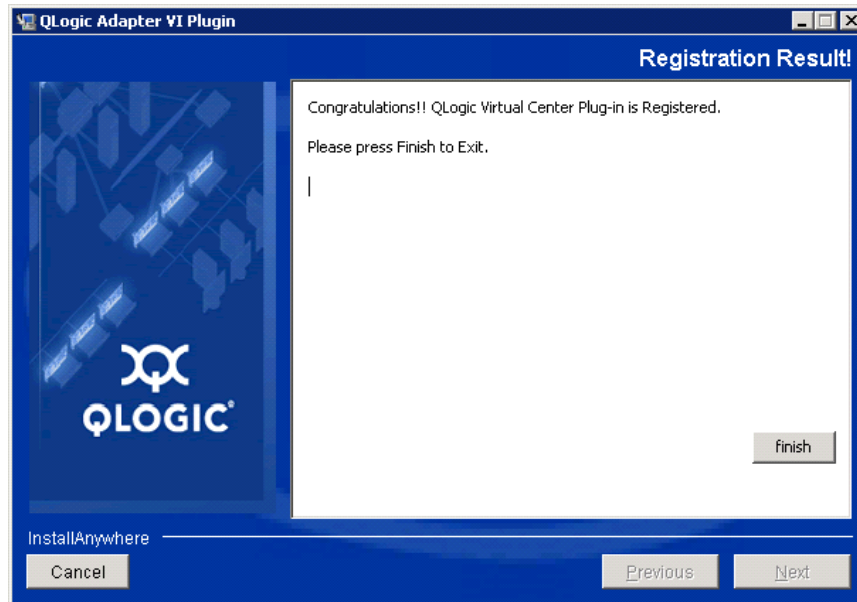

Figure 2-16. Assistant QLogic Adapter VI Plug-in : Résultat d'enregistrement
6. Lorsque la fenêtre de résultat d'enregistrement (Figure 2-16) apparaît, cliquez sur **Finish** (Terminer) pour quitter.